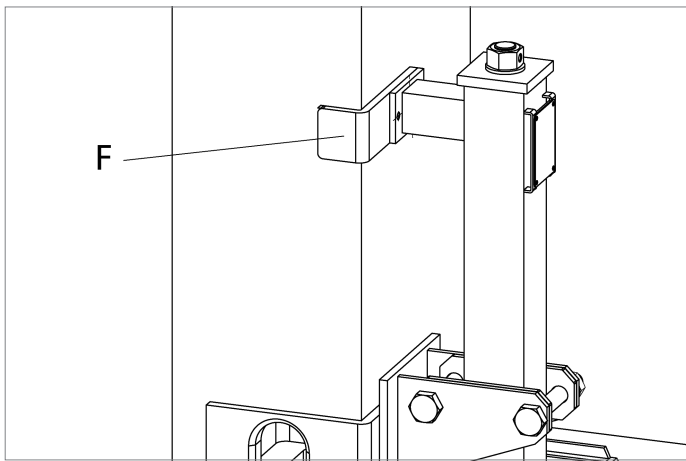

Bild F.4: Versteifungswinkel
Alternativ können zur seitlichen Versteifung Winkel an der Platte des oberen Auslegers angebracht werden (siehe Bild F.4).
- Befestigen Sie ggf. die vorgesehenen Winkel (F – siehe Bild F.4) in den vorgesehenen Bohrungen in der Platte des oberen Auslegers.